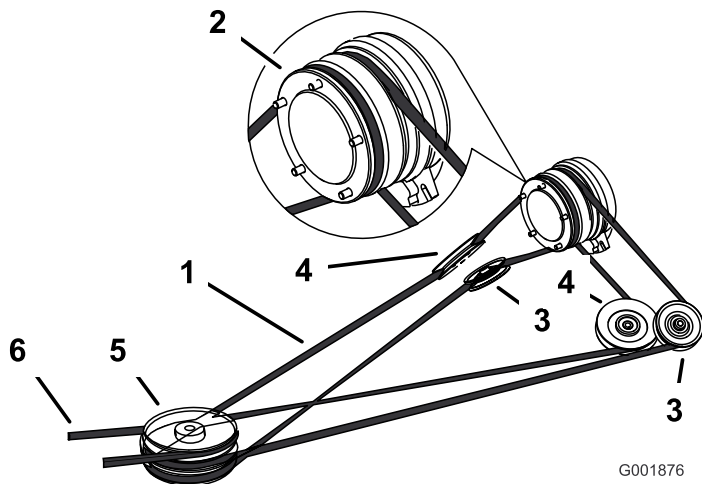

Figura 62
4. Tire de la polea tensora tensada con muelle para aliviar la tensión de la correa (Figura 62).
5. Retire la correa del cortacésped de la polea superior de las tres poleas apiladas (Figura 60 y Figura 62).
7. Instale la nueva correa de transmisión alrededor de la polea del embrague, las poleas tensoras ajustables, la polea tensora tensada con muelle y las tres poleas apiladas delanteras (Figura 62).
9. Instale la correa del cortacésped alrededor de las poleas del cortacésped y la polea superior de las tres poleas apiladas (Figura 60 y Figura 62).